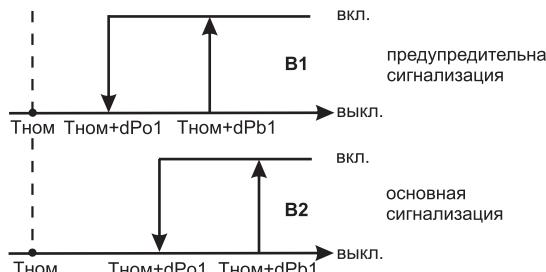

Рисунок 7.9
- **B1** и **B2** в режиме Б по мере нарастания значения контролируемого параметра последовательно включают предупредительную, затем аварийную сигнализацию (рисунок 7.9);